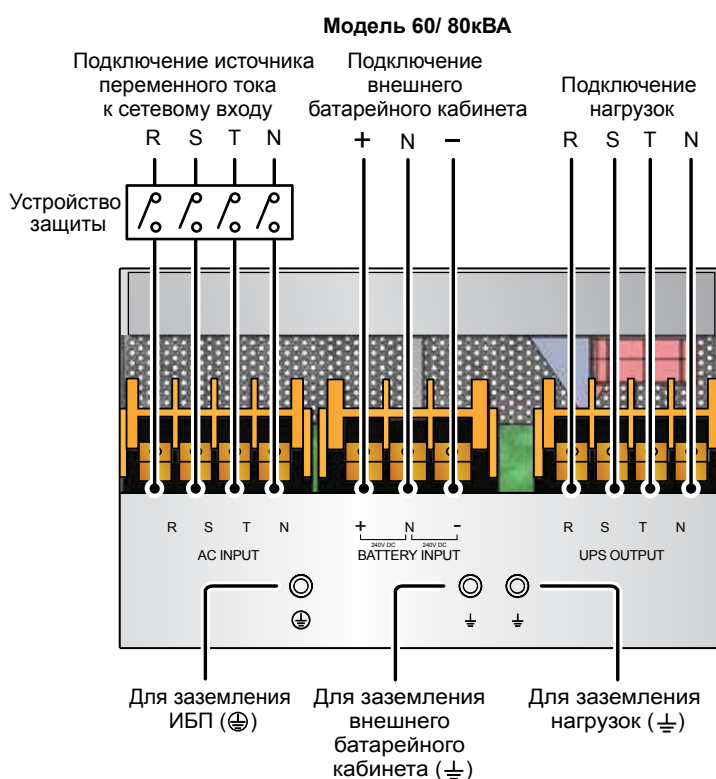

Рис. 5-6. ИБП DPS 60/ 80кВА. Схема установки устройств защиты
- При подключении ИБП к сети переменного тока нужно установить устройства защиты. В аппаратах защиты должны использоваться надежные, соответствующие сертификатам безопасности комплектующие. Устанавливайте устройства защиты в соответствии с **рис. 5-6 / 5-7**.